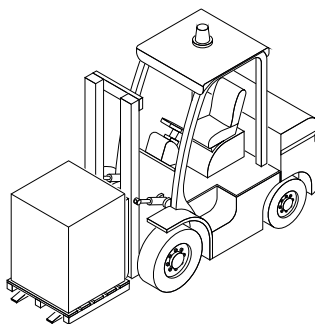

Fig. 4.1
- Movimentar a máquina embalada apenas com empilhador ou transportador de paletes com garfos (Fig. 4.1).